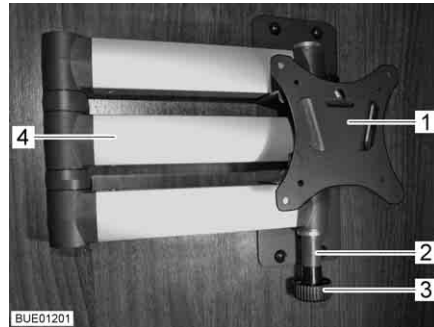

Fig. 64 Supporto con braccio snodato
- Tirare il bottone di sbloccaggio (Fig. 64,3). Il braccio snodato (Fig. 64,4) è sbloccato.
- Ruotare lo schermo piatto all'indietro nella sua posizione iniziale, finché il supporto (Fig. 64,1) non si innesta nel bloccaggio (Fig. 64,2).